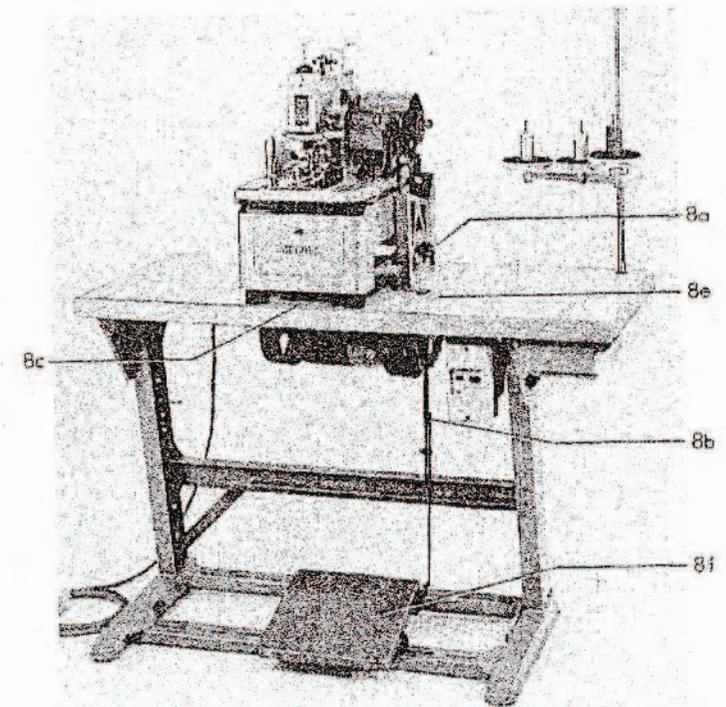

Abb. 5b
7. Das Öffnungsblech 8c (Abb. 5b) entsprechend den Befestigungslöchern „b“ (siehe Tischplattenmaßskizze) und wenn vorhanden, dem Langloch